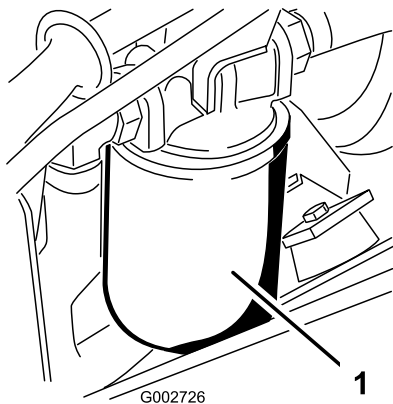

図 40
3. 機体左側にある油圧オイルフィルタ (図 40) の下に容器を置く。